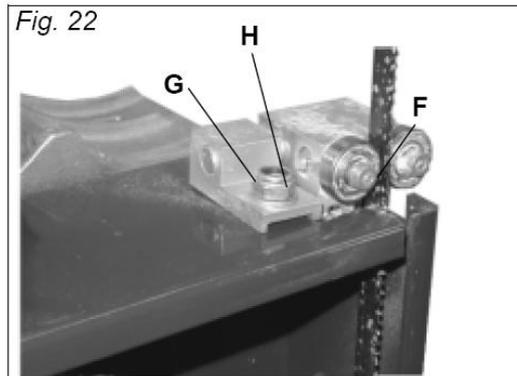

Рис. 22
Установите роликовые направляющие (F) Рис. 22 на расстоянии 2 мм от основания зуба полотна, открутив шестигранную гайку
(G), Рис. 22, а затем установив опору направляющей в нужное положение.